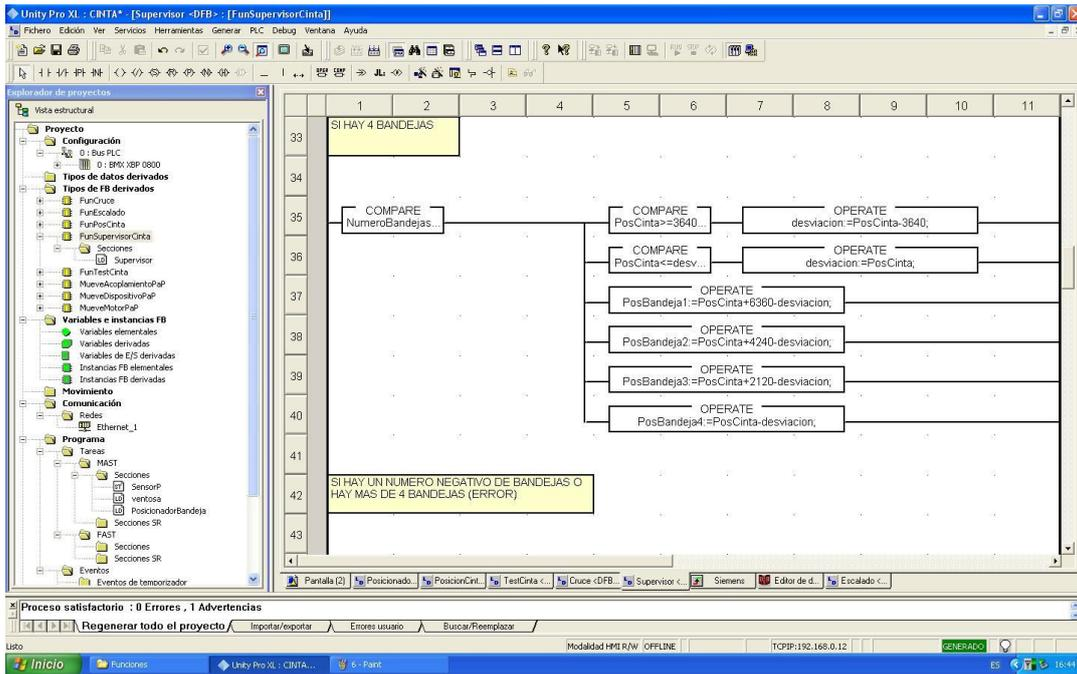

Figura 5.5.5
■ Caso 5: Hay 4 bandejas (Figura 5.5.5):